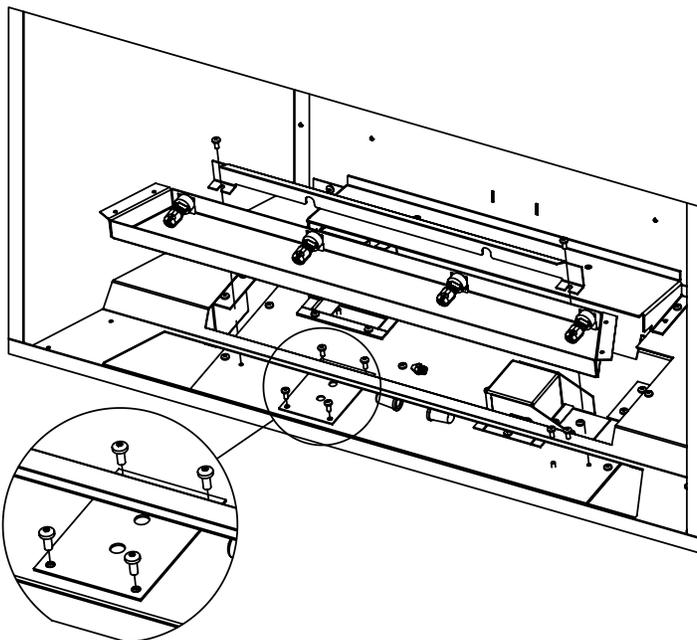

Figure 23. Enlèvement de Plaque de Couverture
5. Enlevez le couvercle métallique puis soulevez le plateau lumineux pour révéler la plaque métallique, retirez les quatre (4) vis T-20 et faites sortir les fils avec le plateau de lumière (voir Figure 23). Débranchez les connecteurs de câble pour les retirer complètement. Ne supprime jamais les merettes.
L'emplacement de la cheminée peut être surélevé, au niveau du sol ou installé dans un coin. Il y a des mesures d'encadrement minimales pour chaque situation. L'ouverture brute de base doit avoir les dimensions suivantes (voir Figure 23). Le foyer doit être placé sur une surface solide et plane.